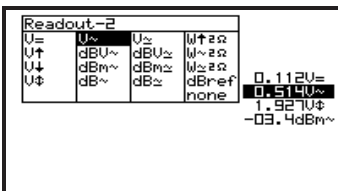

Рис. 7
4. Используя курсорные кнопки, выделите требуемую измерительную функцию для второго параметра (рис. 7).